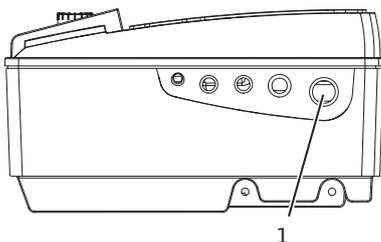

Fig. 18 : Presse-étoupe M25
- Le raccordement électrique doit se faire selon VDE 0730/partie 1 via un câble d'alimentation électrique fixe (section à respecter min. 4 x 2,5 mm2, max. 4 x 6 mm2) muni d'un dispositif de raccordement ou d'un coupleur multipolaire avec au moins une largeur d'ouverture d'au moins 3 mm. Le câble d'alimentation électrique doit être inséré dans le presse-étoupe (fig. 18 pos. 1) M 25